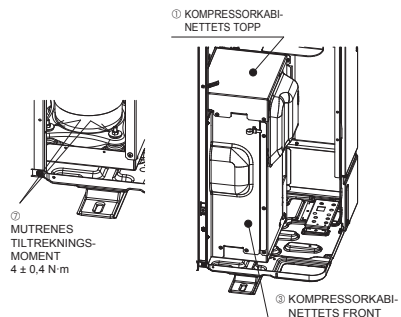

Fig. 4-2
- Når du har fjernet KOMPRESSORENS faste deler, skal du stramme mutrene og sette KOMPRESSORKABINETTETS TOPP og FRONT på plass igjen. (Fig. 4-2)